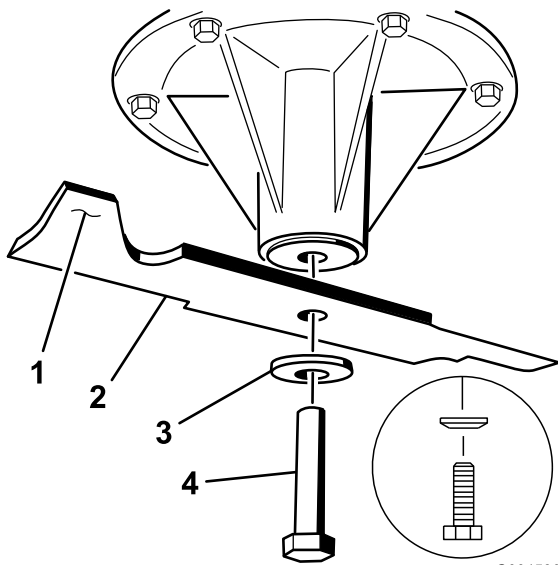

Figura 102
3. Si la cuchilla no está equilibrada, rebaje algo el metal en la parte de la vela solamente con una lima (Figura 102).
1. Instale las cuchillas izquierda y central, las arandelas curvas y los pernos de las cuchillas en los ejes (Figura 102 y Figura 103).
Nota: Asegúrese de que el cono de la arandela curva esté orientado hacia la cabeza del perno (Figura 102).
2. Instale la cuchilla derecha, la arandela curva y el perno de la cuchilla (perno con rosca a izquierdas) en el eje (Figura 102 y Figura 103).